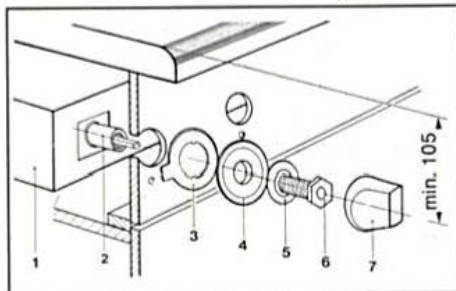

Abb. 5
4. Das Schaltelement (mit dem Gehäusedeckel nach unten) von innen gegen die Front des Unterschranks halten und von außen die Befestigungsschrauben mit aufgelegter Schutzscheibe in die Mutter am Schaltelement eindrehen (vgl. Abb. 5). Nach dem Ausrichten die Befestigungsschrauben fest anziehen, bis das Schaltelement richtig fixiert ist.